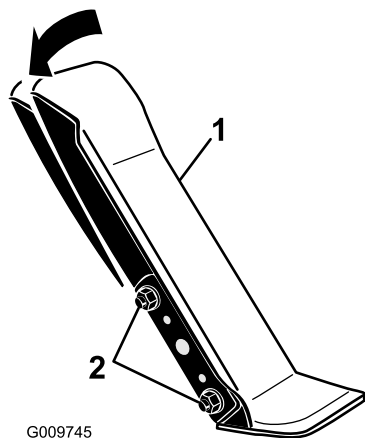

Figure 87
1. Desserrez les 2 écrous et boulons qui fixent le côté gauche de la pédale de déplacement au support (Figure 87).
2. Faites pivoter la pédale à l'angle voulu puis serrez les écrous (Figure 87).